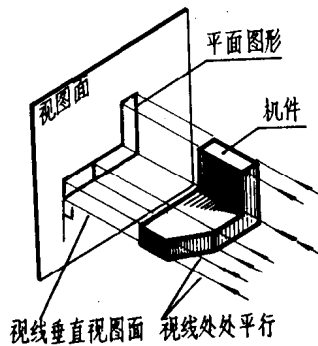
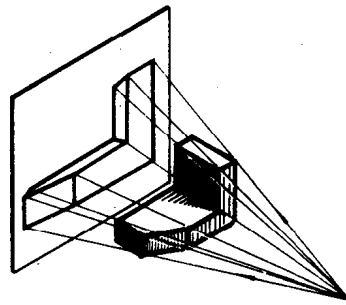

图1 正确的画法
图2 不恰当画法
①画正视图时，观察机件的视线应假定处处平行，而不应以自然视觉去代替，如图1、图2所示。
②视线与视图面必须互相垂直(见图1)。